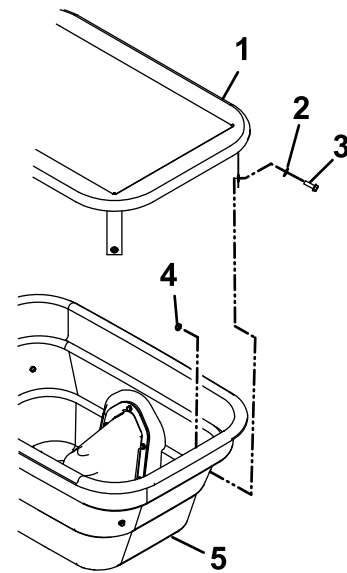

Bild 11
1. Befestigen Sie die Abdeckung an zwei Stellen am Füllkasten, indem Sie eine Schraube ($\frac{1}{4}'' \times \frac{3}{4}''$) und eine Unterlegscheibe durch die Tülle in der Lasche der Abdeckung und den Füllkasten stecken, wie in Bild 11 dargestellt.